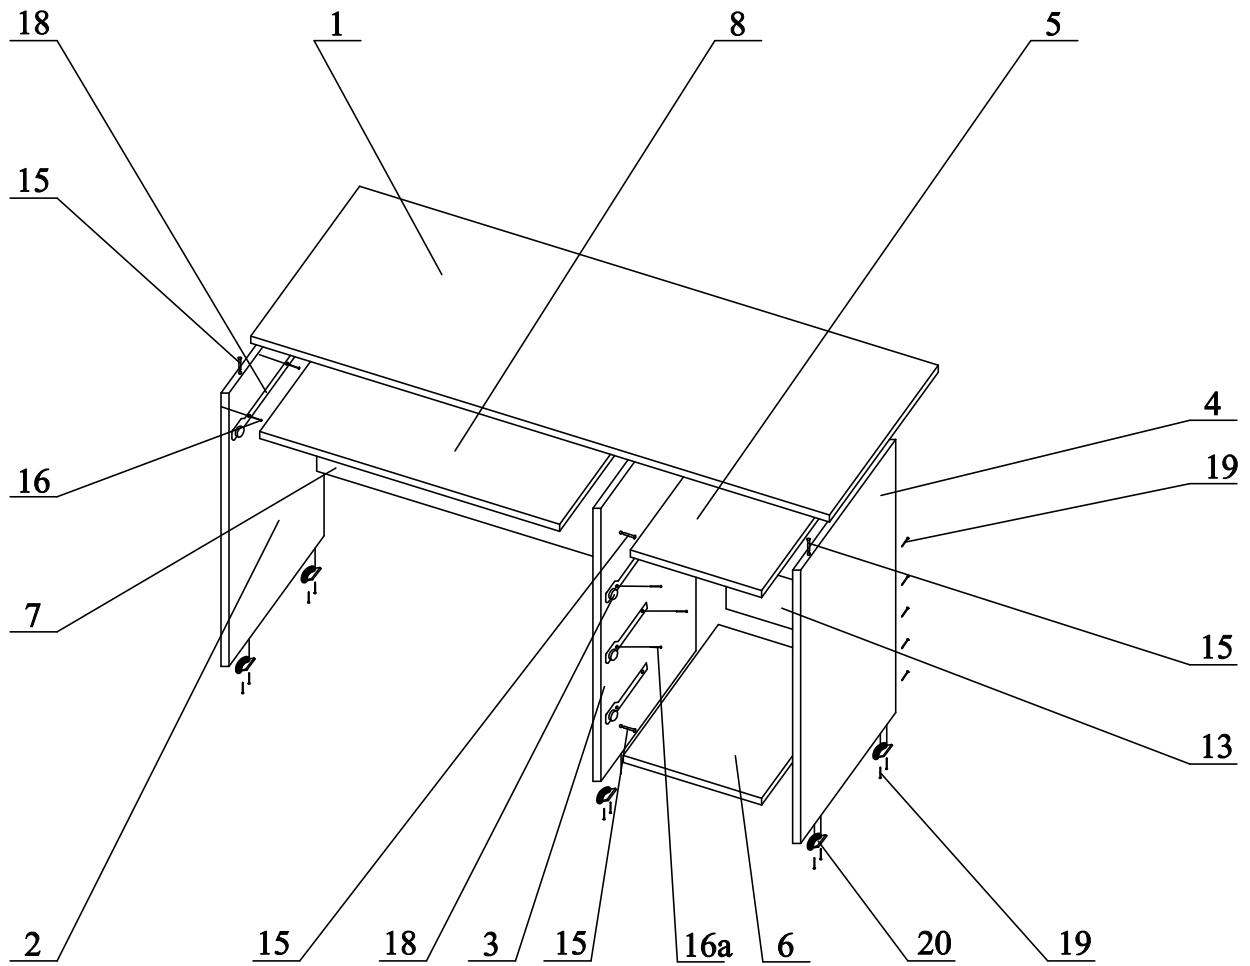
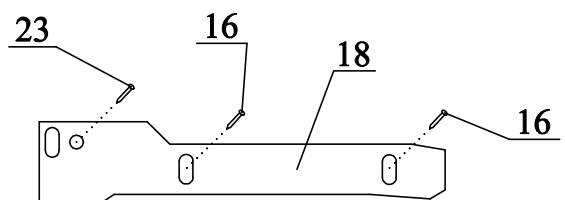

Рис. 1 Схема сборки стола
Рис. 4 Крепление направляющих
- прикрутить направляющие (18) саморезами (16) (рис.1 и рис.4);
- прибить подпятники (20) гвоздями (19);
2. В столешницу (1) и боковины (2,3,4) вкрутить штоки эксцентриков (15);
3. Соединить боковины (3,4) с верхом (5) и дном (6) эксцентриками (15);
4. Соединить боковины (2,3) с царгой стола (7) эксцентриками (15);
5. К полученной конструкции присоединить столешницу (1) с помощью эксцентриков (15);
6. Приколотить заднюю стенку ДВПО (13) гвоздями (20), **предварительно проверив равенство диагоналей каркаса при помощи шнура или рулетки;**
7. К полке под клавиатуру (8) прикрутить направляющие (18) с помощью саморезов (16) и установить полку в стол; если полка будет установлена неровно, произвести регулировку направляющих на боковинах; после регулировки вкрутить саморезы (23) в направляющие (рис.4).
1. В фасад ящика (9) вкрутить штоки эксцентриков (15);
2. К боковинам ящика (10) присоединить заднюю стенку (11) при помощи саморезов (17);
3. К собранной конструкции присоединить фасад ящика (9) при помощи эксцентриков (14);
4. Дно ящика (12) вставить в паз на фасаде (9) и приколотить к задней стенке ящика (11) гвоздями (19);
5. К боковинам ящика (10) прикрутить направляющие (18) саморезами (16);
6. К фасаду (9) прикрутить ручки (21) винтами из комплекта ручек;
7. Установить ящики на направляющие в столе; если ящики будут установлены неровно, произвести регулировку направляющих на боковинах; после регулировки вкрутить саморезы (23) в направляющие (рис.4).